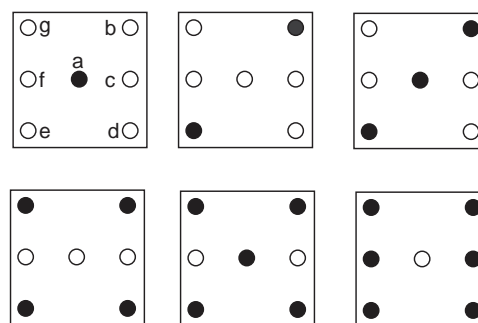

figura 5
3. În momentul în care P este eliberat se afișează rezultatul aruncării. Rezultatul aruncării este un număr între 1 și 6. Acest număr este afișat ca în figura 5.